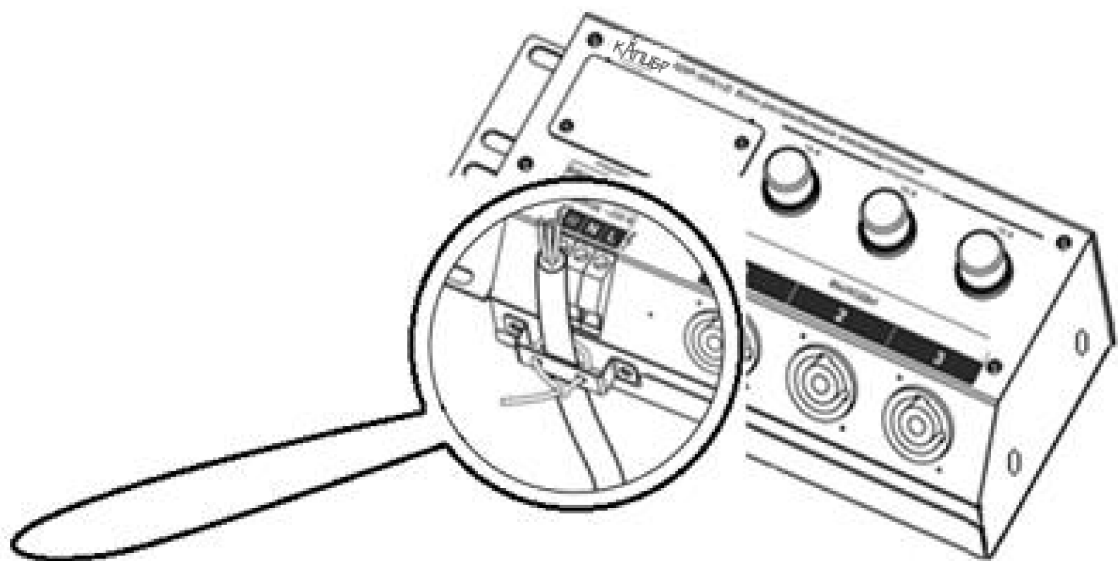

Рис.2
- 6.3 Надежно фиксируйте кабельный ввод нейлоновым хомутом к скобе крепления Рис.2 (хомут не входит в состав комплектации).